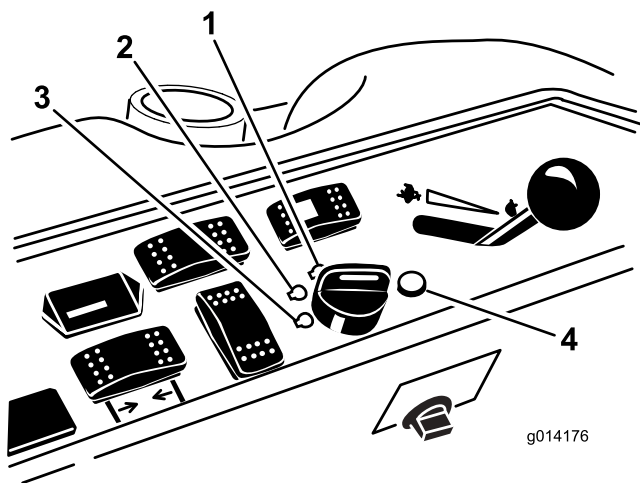

図 10
6. キーを RUN 位置に回す (図 10)。
3. キーを OFF 位置に回す (図 10)。すべての部分が完全に停止してから運転席を立つ。